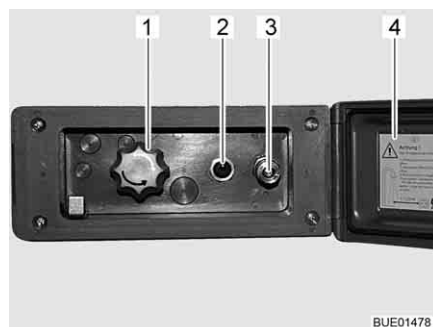

Bild 138 Duschanschluss außen
- Deckel (Bild 138,4) entriegeln und öffnen.
- Schlauch der Außendusche am Schnellverschluss (Bild 138,3) anschließen.
- Wasserpumpe mit Schalter (Bild 138,2) einschalten.
- Wassertemperatur mit Drehknopf (Bild 138,1) nach Wunsch einstellen.
- Wasserpumpe mit Schalter (Bild 138,2) ausschalten.
- Deckel (Bild 138,4) schließen und mit Schlüssel verriegeln.
- Drehknopf (Bild 138,1) auf Mittelstellung stellen.